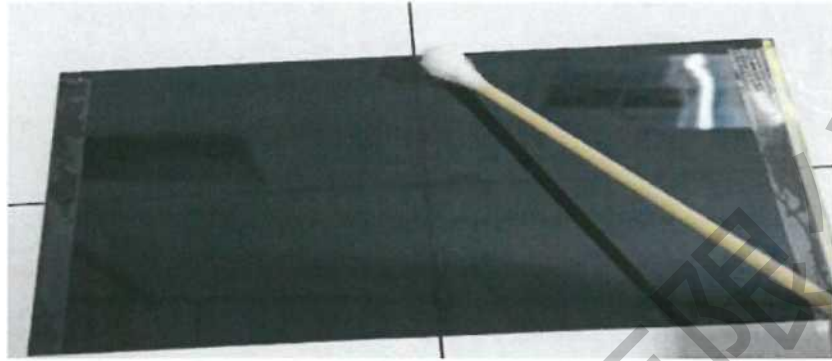

图 7 涂抹小意图
4.1.1.6 用棉签将 M-Bond 200 胶水均匀涂附在 4.1.3.2 步骤时所涂的催化剂位置上（图 7）；